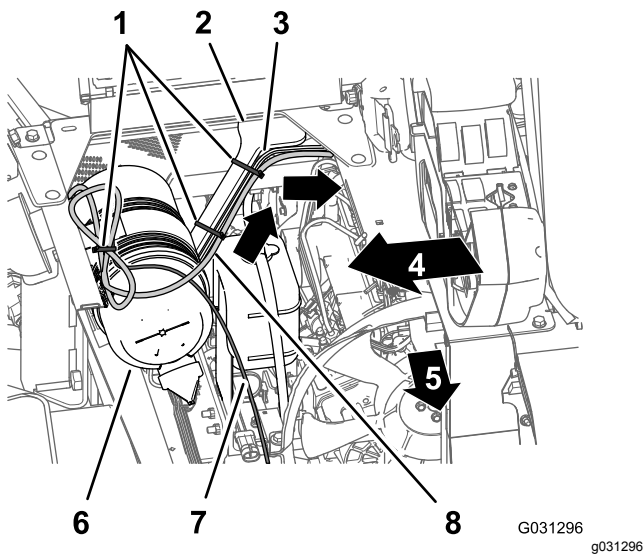

図 138
1. ナビゲーションシステム用の電装ハーネスの 220cm の枝線を、シートボックスのアングル部材を横断して下へ、エンジンシュラウドの左側サポートに沿って導く 図 138。
2. ワイヤハーネスをエンジンシュラウドのサポートにケーブルタイで固定する 図 138。